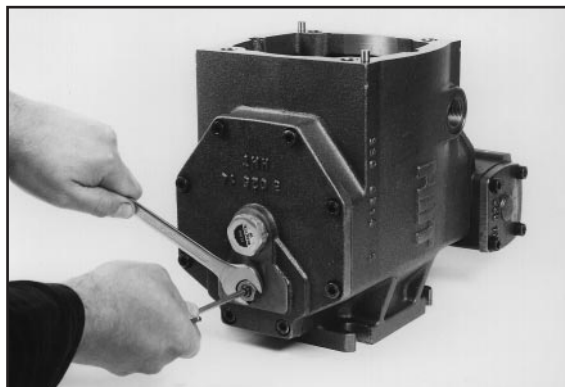

Fig. 28
5.5.16 - Avvitare al massimo la vite di registro (74) (fig. 28) completa di rosetta (80) e dado (61): in questo modo si azzerano i giochi laterali del piatto oscillante (19).
5.5.17 - Per ripristinare il gioco necessario al piatto oscillante (19), occorre svitare di mezzo giro (180°) la vite di registro (74) (fig. 28). Bloccare la vite (74) con il suo dado.
5.5.16 - Fully screw-in adjustable screw (74) (fig. 28) with washer (80) and nut (61): in this way lateral end float of the swash-plate (19) is eliminated.
5.5.17 - To set the necessary end float of the swash-plate (19), unscrew of 180° adjustable screw (74) (fig. 28). Lock screw (74) with its nut.